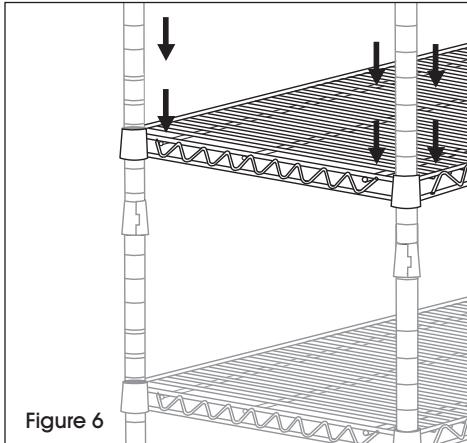

Figure 6
4. Déterminez la hauteur de la tablette suivante, enclenchez sur les supports, puis ajoutez et fixez la tablette. Répétez l'étape 4 pour ajouter les tablettes restantes. (Voir figure 6)